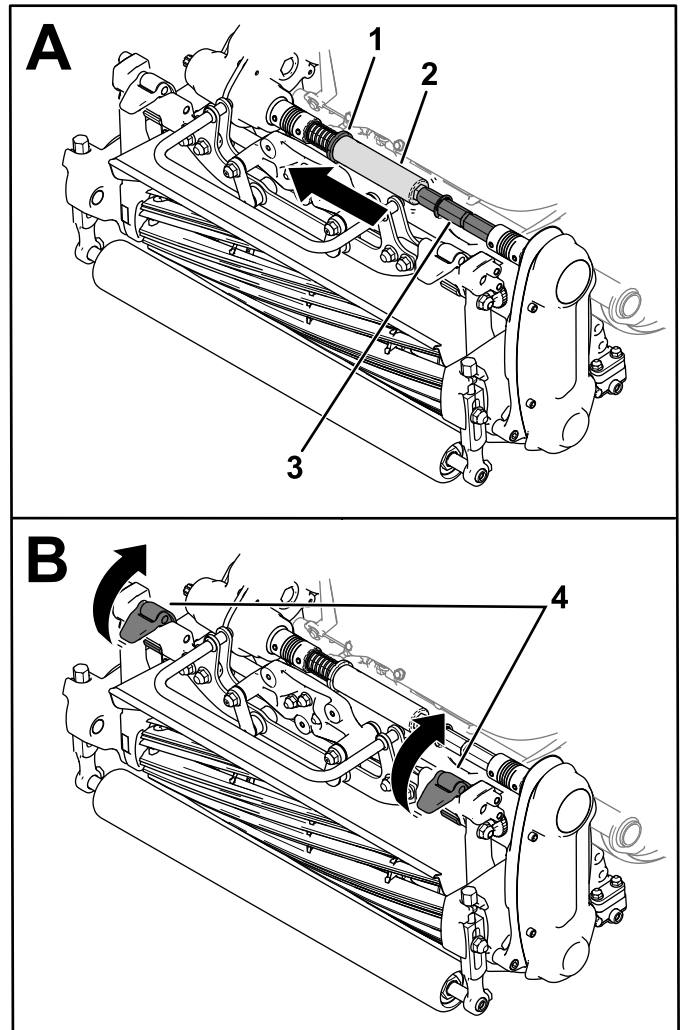

Bild 38
3. Schieben Sie den Bund (Bild 38) in die Nut der Getriebewelle.
4. Schieben Sie das Sechskantrohr von der Kupplungswelle des Mähwerks herunter (Bild 38).
5. Klappen Sie die Aufhängeriegel nach oben, um das Mähwerk von der Maschine zu lösen (Bild 38).